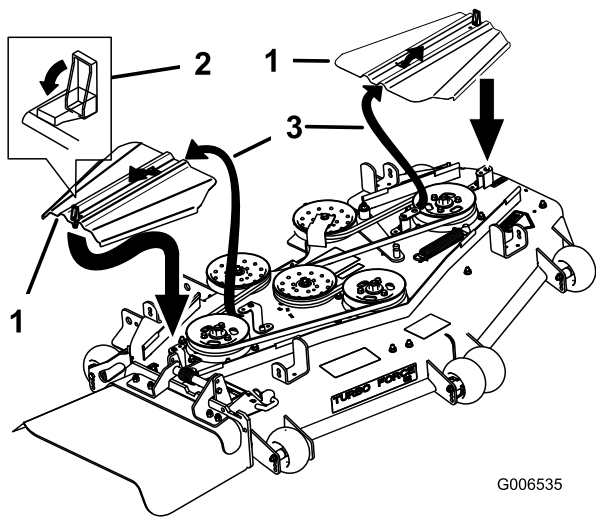

Figure 83
14. Posez les couvercles en les insérant dans la languette, vissez les boulons en place et fermez les fixations (Figure 83).